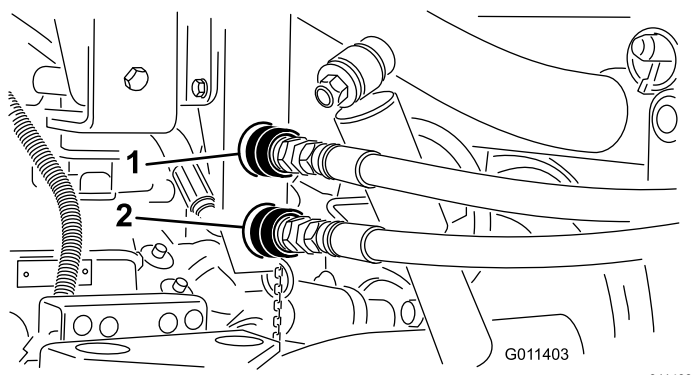

図 18
1. トップドレッサのホースのクイックカップラを十分にきれいにする図 18。
注 図 18 に示されているカップラは、シリアル番号が 239999999 以前の車両のものです。